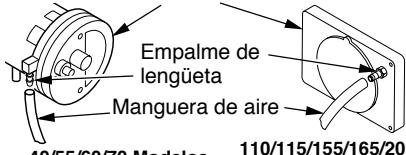

Figura 27 - Manguera de aire a empalme de lengüeta
- Inspeccione las mangueras de las líneas de combustible y aire para buscar rajaduras y/u orificios. Si la manguera de la línea de combustible está dañada, desconéctela del adaptador de la boquilla (consulte la figura 21 ó 22, página 12, ó figura 25, página 13) y del filtro de combustible (consulte *Filtro de combustible*, página 10 y 11). Si la manguera de la línea de aire está dañada, desconéctela del adaptador de la boquilla (consulte la figura 21 ó 22, página 12, ó figura 25, página 13) y del empalme de lengüeta en la cubierta del extremo de la bomba de combustible (consulte la figura 27).
- Instale la nueva línea de aire y/o combustible. Conecte un extremo de la manguera de la línea de aire al empalme de lengüeta en la cubierta del extremo de la bomba (consulte la figura 27) y el otro extremo al adaptador de la boquilla (consulte la figura 21 ó 22, página 12, ó figura 25, página 13). Conecte un extremo de la manguera de la línea de combustible al filtro de combustible (consulte *Filtro de combustible*, página 10 y 11) y el otro extremo al adaptador de la boquilla (consulte la figura 21 ó 22, página 12, ó figura 25, página 13).